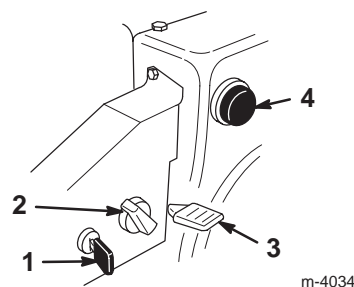

Figure 18
- **Clé de contact** (Fig. 18)—Insérez la clé dans le commutateur d'allumage avant de mettre le moteur en marche. Pour couper le moteur, retirez la clé de contact.
- **Starter** (Fig. 18)—Pour mettre en marche un moteur froid, tournez la commande de starter dans le sens des aiguilles d’une montre à la position *en service*. A mesure que le moteur se réchauffe, tournez progressivement le starter dans le sens anti-horaire jusqu’à la position *hors service*.
- **Commande d’accélérateur** (Fig. 18)—Déplacez la manette vers le haut pour augmenter le régime du moteur, ou vers le bas pour le réduire. Réglez la manette d’accélérateur en position d’*Arrêt* pour arrêter le moteur.
- **Amorceur** (Fig. 18)—Appuyez sur l’amorceur pour envoyer une petite quantité d’essence dans le moteur afin de faciliter le démarrage par temps froid.
2. Retirez la clé de contact du commutateur d’allumage (Fig. 18).
3. Enlevez le bouton de starter (Fig. 18).
5. Tournez le starter en position *en service* (Fig. 18).
6. Insérez la clé de contact (Fig. 18).
7. Couvrez l'orifice central de l'amorceur (Fig. 18) avec le pouce et appuyez sur l'amorceur à trois reprises, en marquant une pause à chaque fois.
9. Dès que le moteur a démarré, tournez le starter (Fig. 18) à la position 3/4. A mesure que le moteur se réchauffe, tournez le starter à la position 1/2. Quand le moteur est suffisamment chaud, tournez le starter à la position *hors service*.